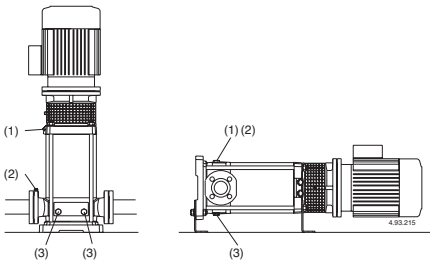

Fig.4 (1) Vullen ontluichtingsplug
**Wanneer de pomp boven het vloeistofniveau geplaatst is** (zuigsituatie, **fig. 3A**) of in een situatie waar de toeloopdruk te laag is (minder dan 1 m) om de terugslagklep te openen, vul de zuigleiding en de pomp door de vulopening (**fig. 4**).
Sluit de ontluftungvoor (fig. 4) voor MXV-B, MXV(L) 25-32-40 en MXV(L)4 25-32-40 Sluit de naaldschroef (14.07) in de aftapplug (14.12) (fig. 4b) en sluit de ontluftung (14.04).
Wanneer zuigverliezen optreden (onderbreken van flow ondanks geopende afsluiters) of drukschommelingen weergegeven op de manometers, controleer of alle leidingverbindingen luchtdicht zijn en controleer of de naaldschroef van de ontluftung gesloten is (fig. 4).
Of, na het legen, reinigen door schoon water (minimaal 40 liter) in het vulgat (1) te gieten aan de afvoerkant en het weer uit het afvoergat (3) aan de aspiratiekant (**fig. 4**) te laten lopen.
Voor demontage, koppel de voedingskabel van het aansluitkastje, sluit de kleppen in de zuig- en persleidingen en ledig het pomphuis (fig. 4)